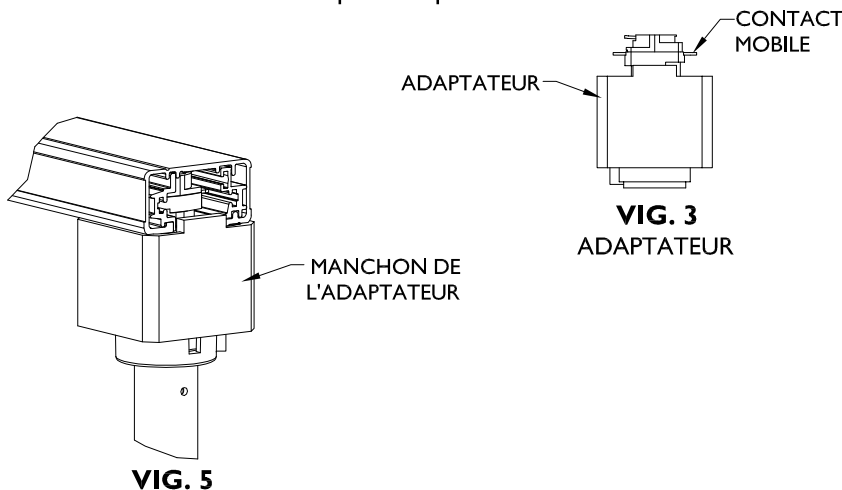

FIG. 5
3. Faire pivoter les CONTACTS (2) DE L'ADAPTATEUR vers la RAINURE jusqu'à ce que le BOÎTIER DE L'ADAPTATEUR s'enclenche dans le rail. FIG. 5